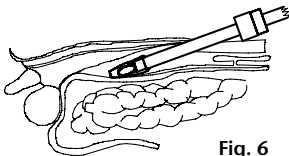

Fig. 6
2. Eventualmente applicare un lubrificante sterile sull'estremità distale del sistema palloncino e introdurla attraverso un accesso esistente nello spazio di lavoro extraperitoneale preparato. Sia durante l'introduzione del sistema palloncino che nel corso dell'intervento si raccomanda di prestare attenzione che il palloncino non venga danneggiato da altri strumenti (Fig. 6).